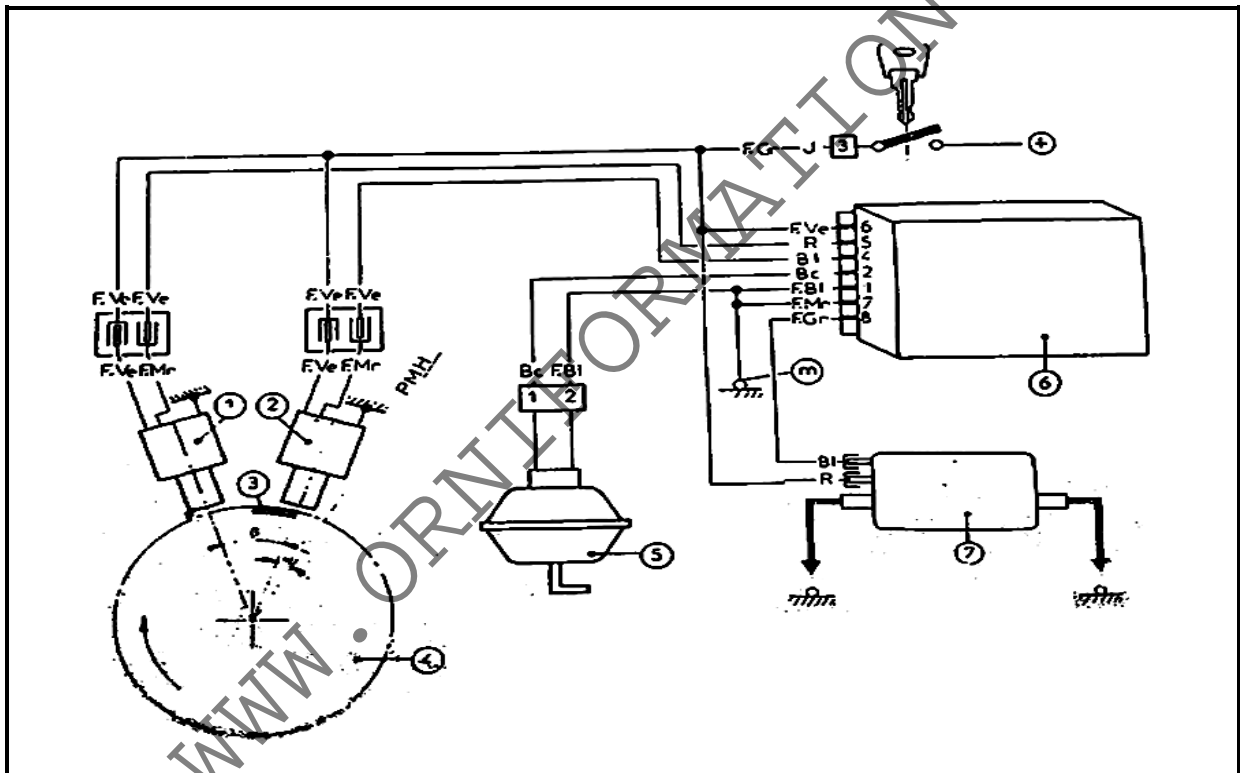

Figure 1 : Système d'allumage performant utilisé par Bosch
Votre client **M. AMBADIANG ALI** se plaint de son moteur qui hésite et manque de puissance. La **figure 1** ci-dessous représente le système d'allumage performant utilisé par Bosch du véhicule de votre client.
II.1.1 Nommer deux (02) informations nécessaires à l'organe **repéré 6** sur la **figure 1** ci-dessus pour déterminer avec précision le point d'allumage. **(0.5ptx2=1pt)**
II.1.2 Nommer le système d'allumage présenté à la **figure 1** ci-dessus. **(Soyez très précis). (1pt)**
II.1.3 Lors du contrôle moteur tournant de l'organe **repéré 5** de la **figure 1** ci-dessus, donner deux (02) appareils de diagnostic indispensables que vous allez utiliser. **(0.5ptx2=1pt)**
II.1.4 Après la dépose du circuit d'allumage du véhicule de votre client, vous constatez que certains éléments repérés : 3 ; 5 ; 6 et 7 de la **figure 1** ci-dessus sont défectueux. Pour chacun des éléments repérés dans le **tableau 1** ci-dessous, rechercher une panne possible et une solution envisageable.